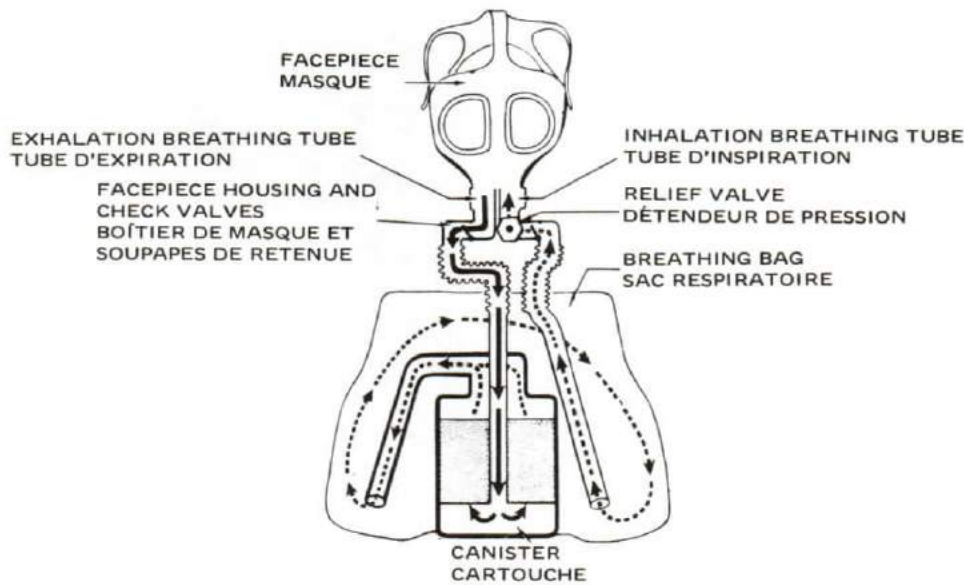

Figure 8-69
30. Chemox Breathing Apparatus - This apparatus provides the wearer with a respiratory system completely independent of the surrounding atmosphere. It must be worn if there is any possibility that the atmosphere will not sustain life, as in smoke-filled compartments and compartments that have been closed for a long time and lack oxygen, or contain poisonous gases. See Figure 8-69.
30. L'appareil respiratoire Chemox. Celui qui porte l'appareil se trouve muni d'un dispositif de respiration entièrement autonome de l'air ambiant. Le port de l'appareil est de rigueur s'il y a possibilité que l'air naturel soit néfaste, par exemple dans les compartiments envahis par la fumée et dans ceux qui manquent d'oxygène par suite d'une longue fermeture ou qui contiennent des vapeurs toxiques (voir la figure 8-69).